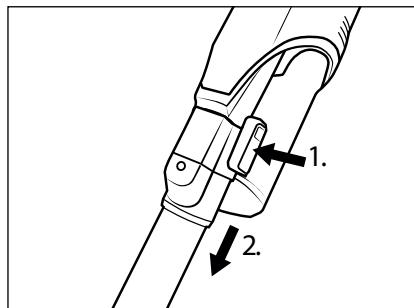

Fig. 11
- ◆ Pour retirer le tube d'aspiration ② de l'appareil, maintenez la touche de déverrouillage du tube d'aspiration ③ enfoncée et retirez le tube d'aspiration ② de l'orifice d'aspiration de l'appareil (voir fig. 11).